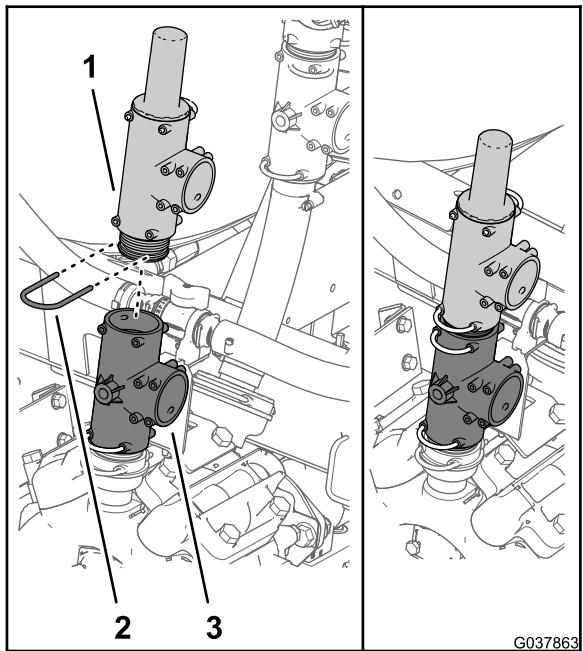

图67
5. 如图67 所示使用您在步骤 3 中卸下的卡环将带泄压阀的 T 形接头固定至打药车泵顶部的 T 形接头。